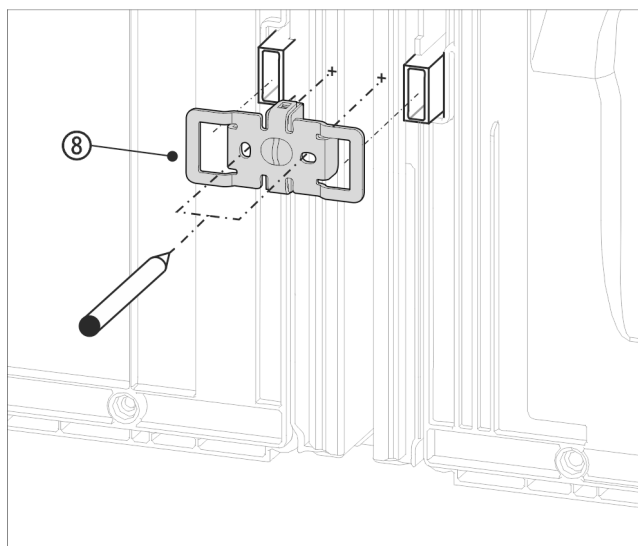

Fig. 16 Zobrazení příkladu
- Úhelník Fig. 16 (8) zasuněte vybráním přes úchyt pro vymezování odstupu od stěny.